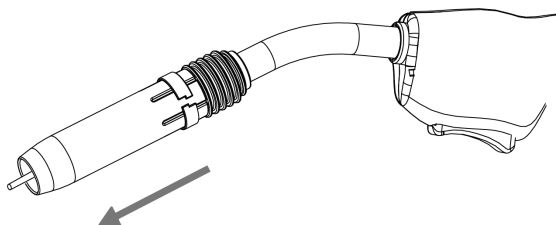

Рис. 8.16. Порядок заправки сварочной проволоки.
4. Заправьте сварочную проволоку (См. рис. 8.16).